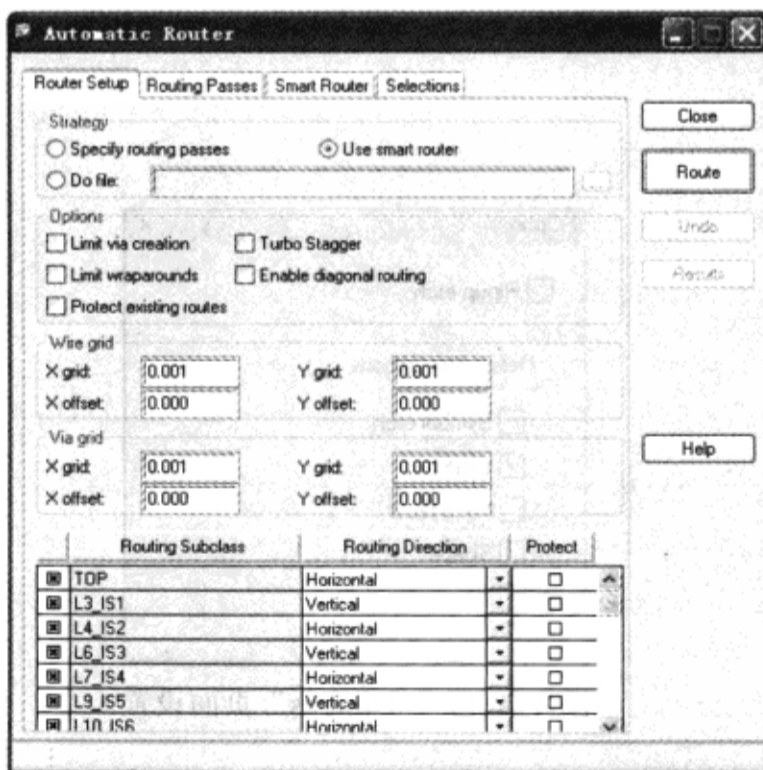

图 4-3-15 “Automatic Router”对话框
(5) 执行菜单命令“Route” → “PCB Router” → “Route Automatic”，弹出“Automatic Router”对话框，如图 4-3-15 所示，“Use smart router”仍被选择。